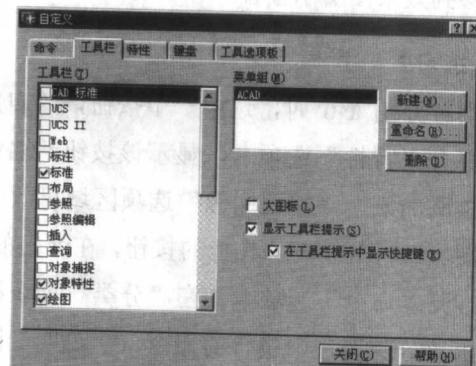

图 1-6 “自定义”对话框之“工具栏”选项卡
- (2) 添加“查询”工具栏。
- ① 打开“自定义”对话框，如图 1-6 所示：选择菜单栏中的“视图”→“工具栏”(TOOLBARS/CUSTOMIZE)命令。